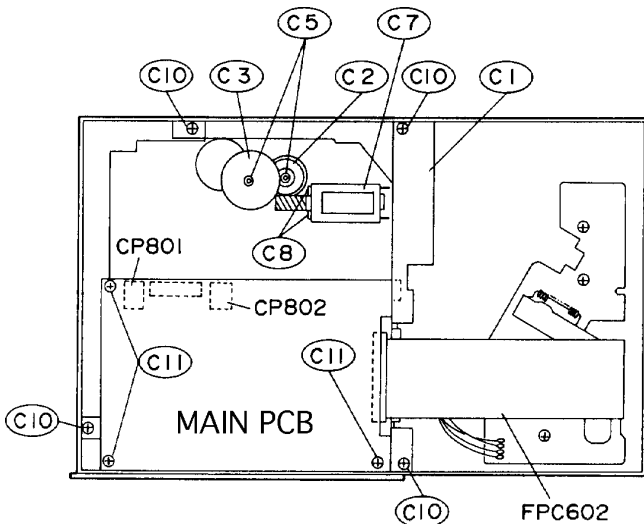

Fig. 2
2. Hauptplatte "MAIN PCB" ausbauen (Fig. 2)
3. Ausbau des Lift-Motors C7 (Fig. 2)
- 4 Schrauben **C10** herauserschrauben und Magazinschacht-Oberteil **C1** herausnehmen (Fig. 2).
2. Removing the Main Board (Fig. 2)
- Undo 4 screws **C10** and remove the cover plate of the CD magazine compartment **C1** (Fig. 2).